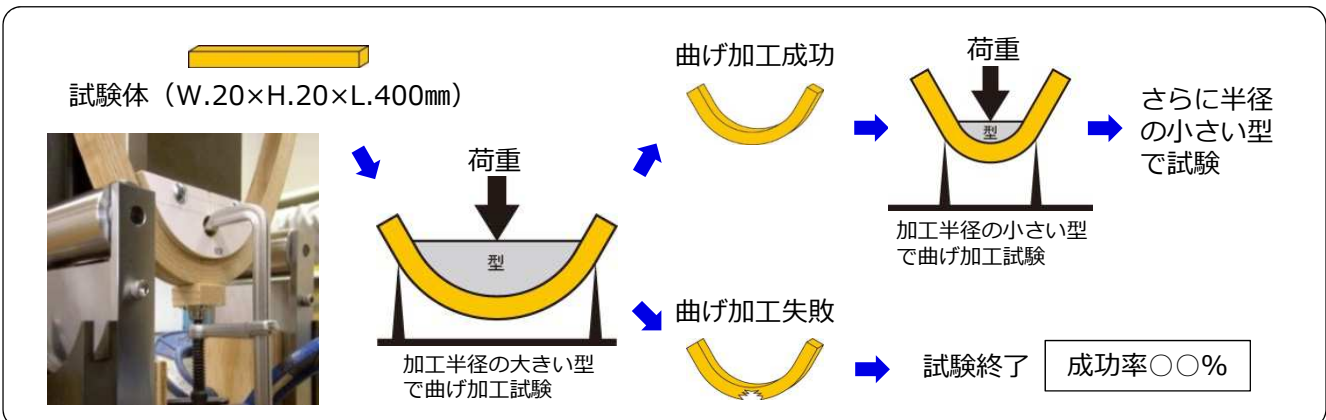

図1 曲げ加工試験
- 3 曲げ加工試験 大小数種類の半径の加工用治具（型）を作成し、10～12本の試験体を半径の大きい型から曲げ加工試験を行い、各半径での成功率を比較しました（図1）。